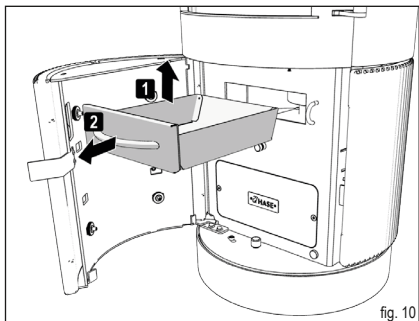

fig. 10
- Rimuovete dal manico il cassetto cenere dall'apertura (fig. 10).